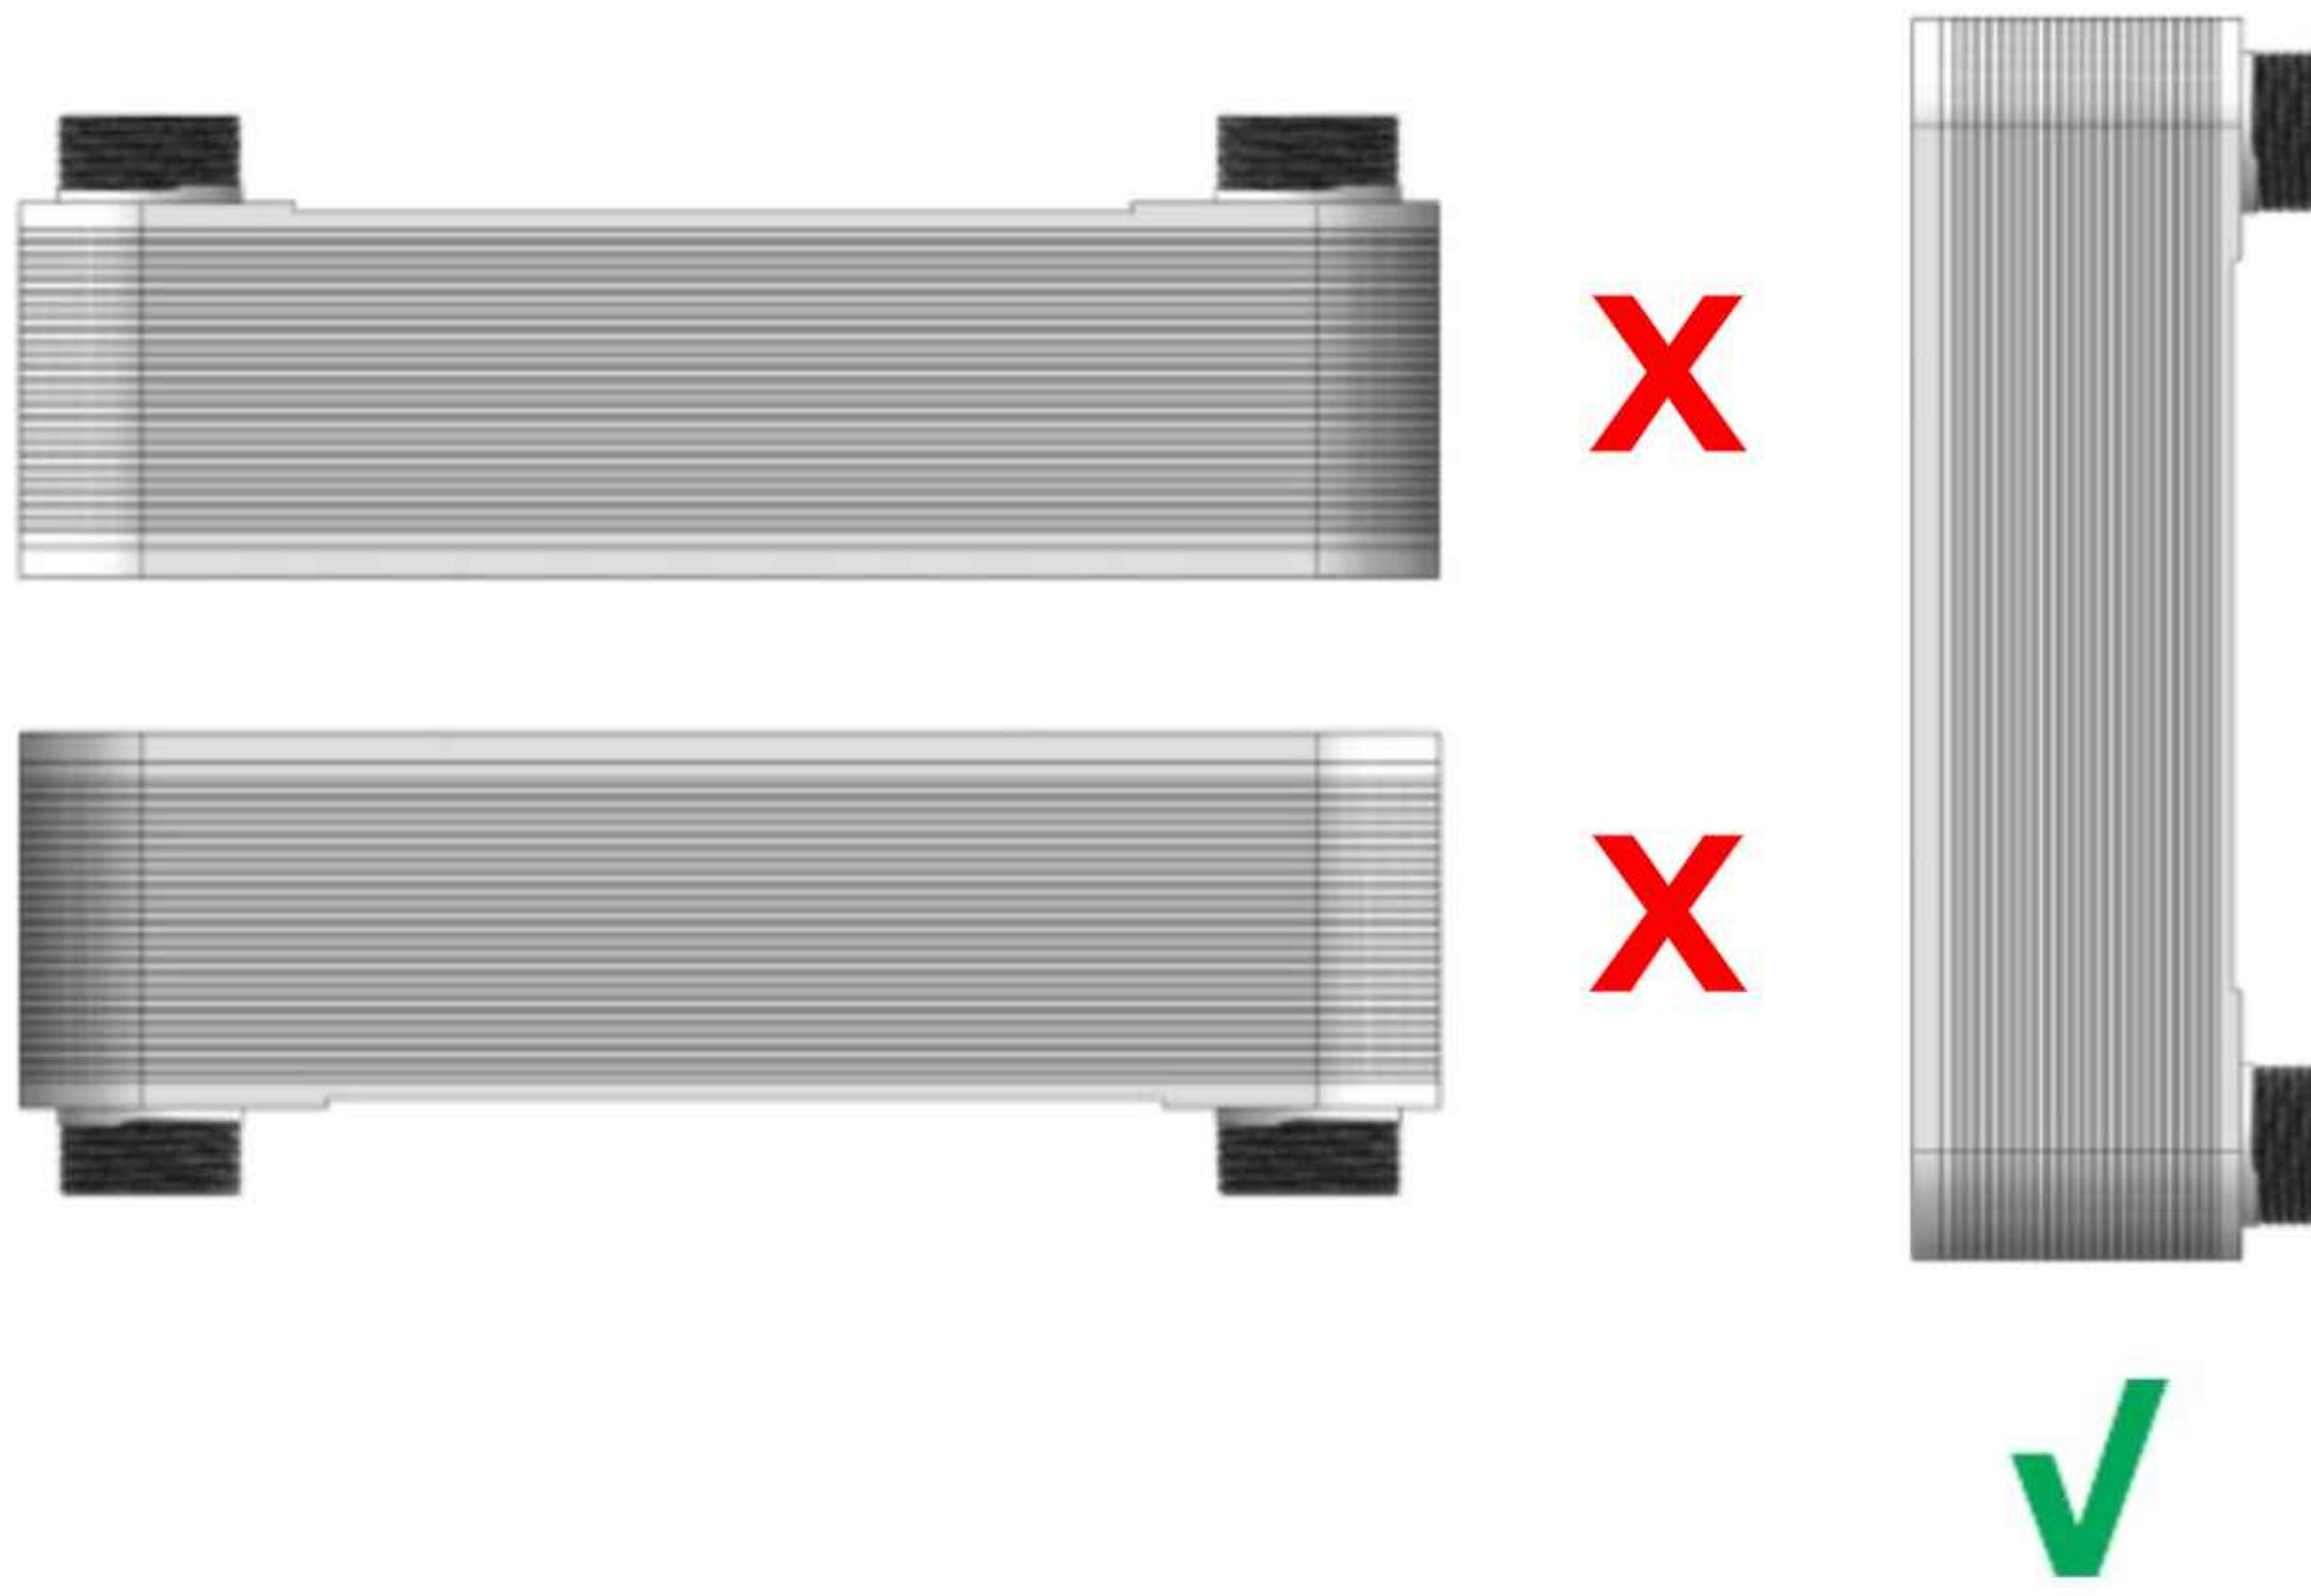
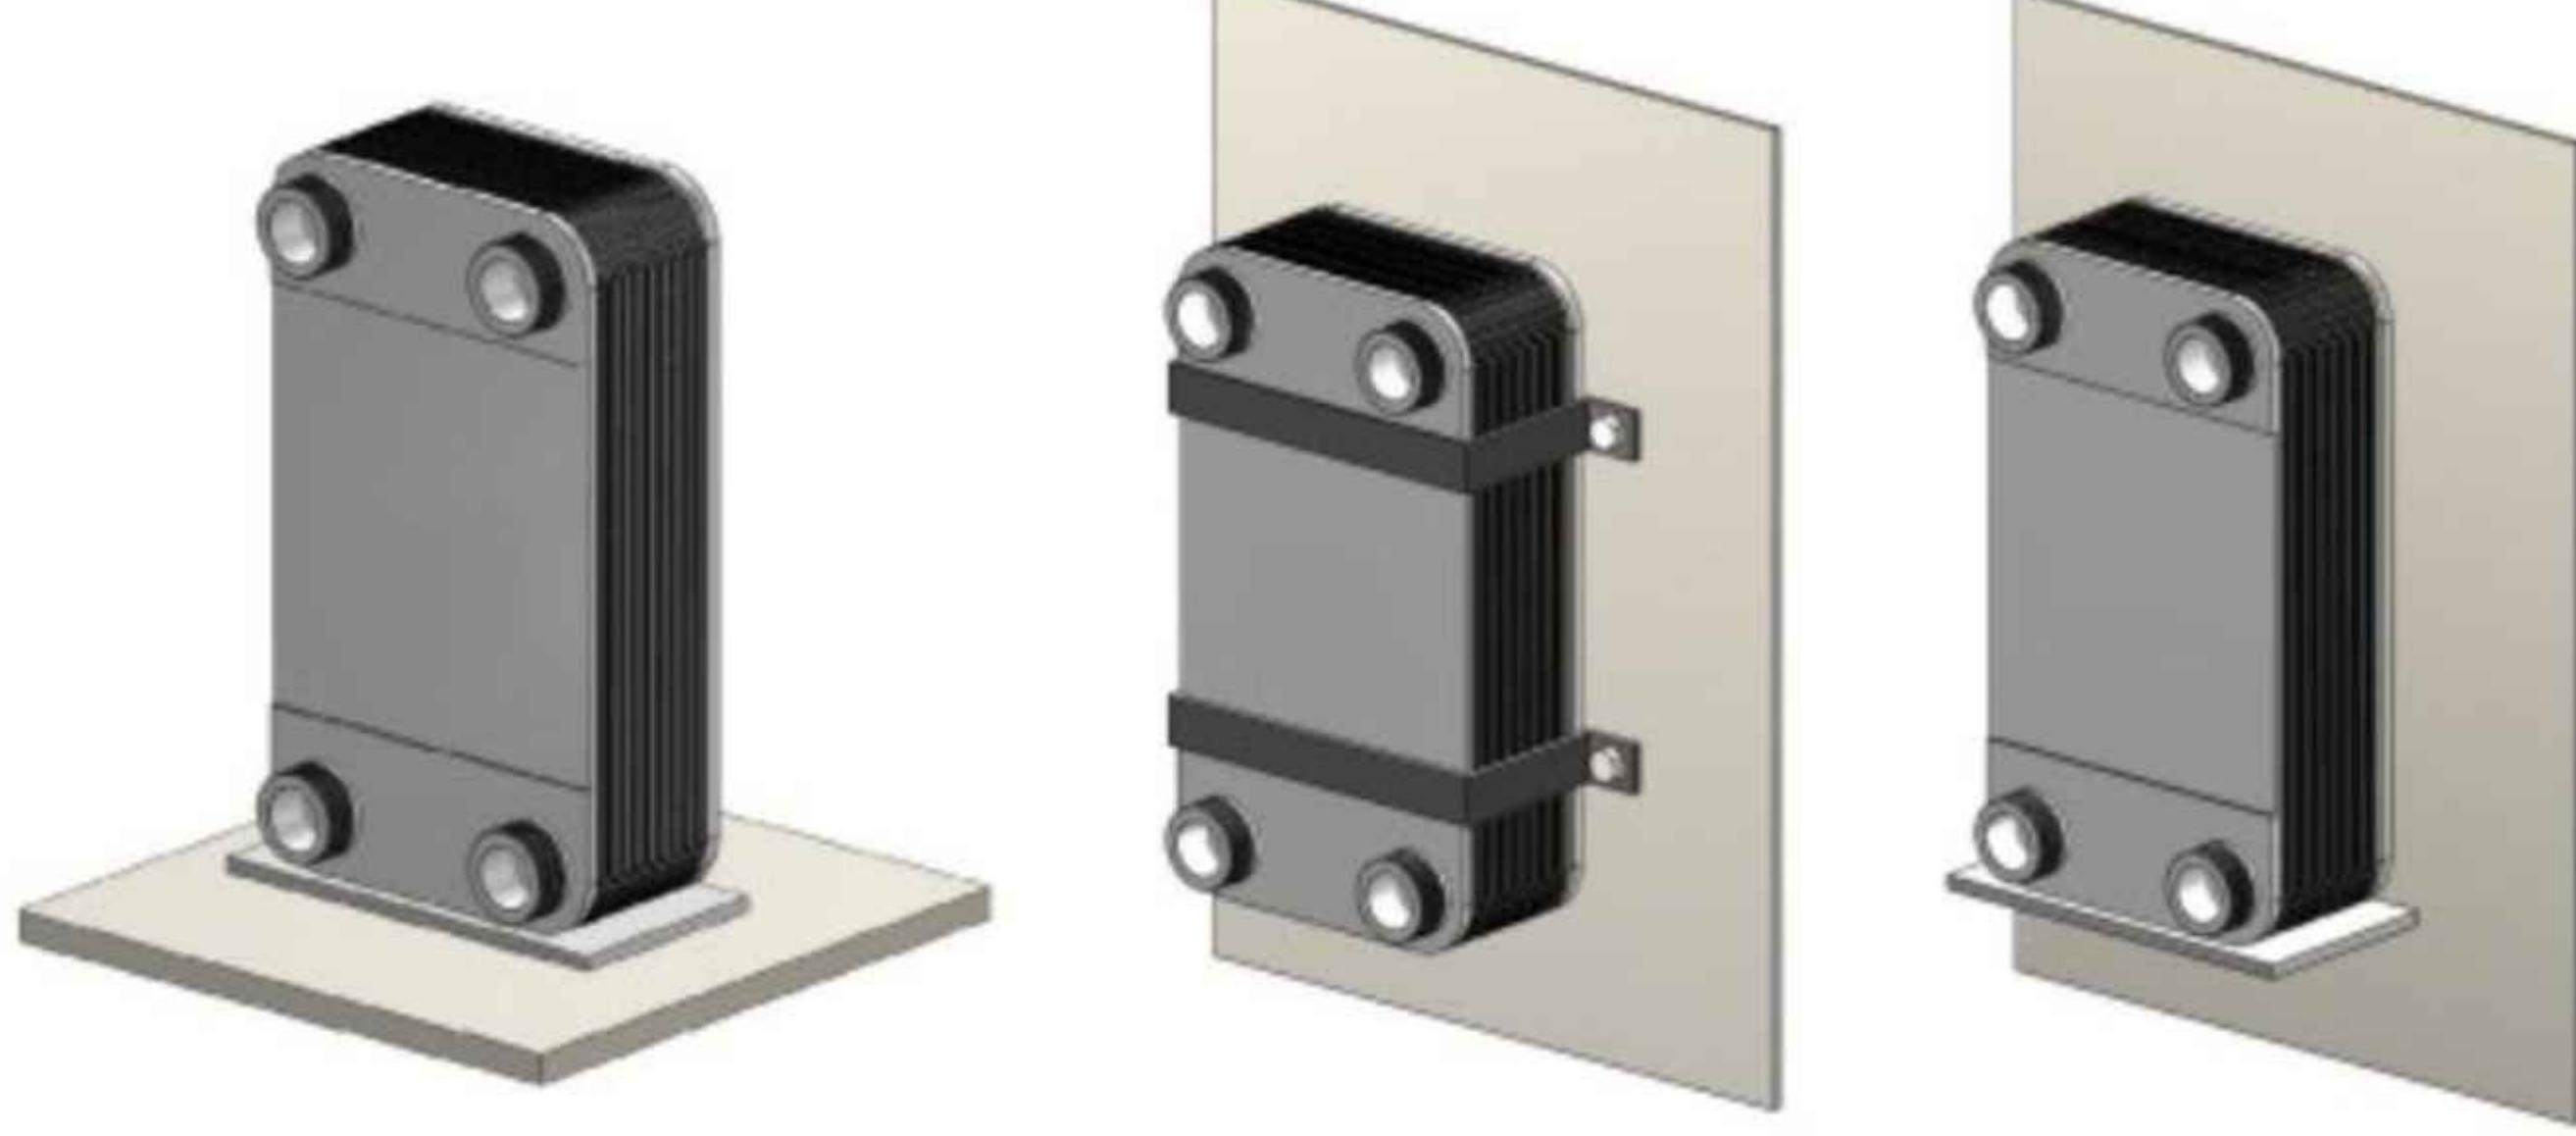
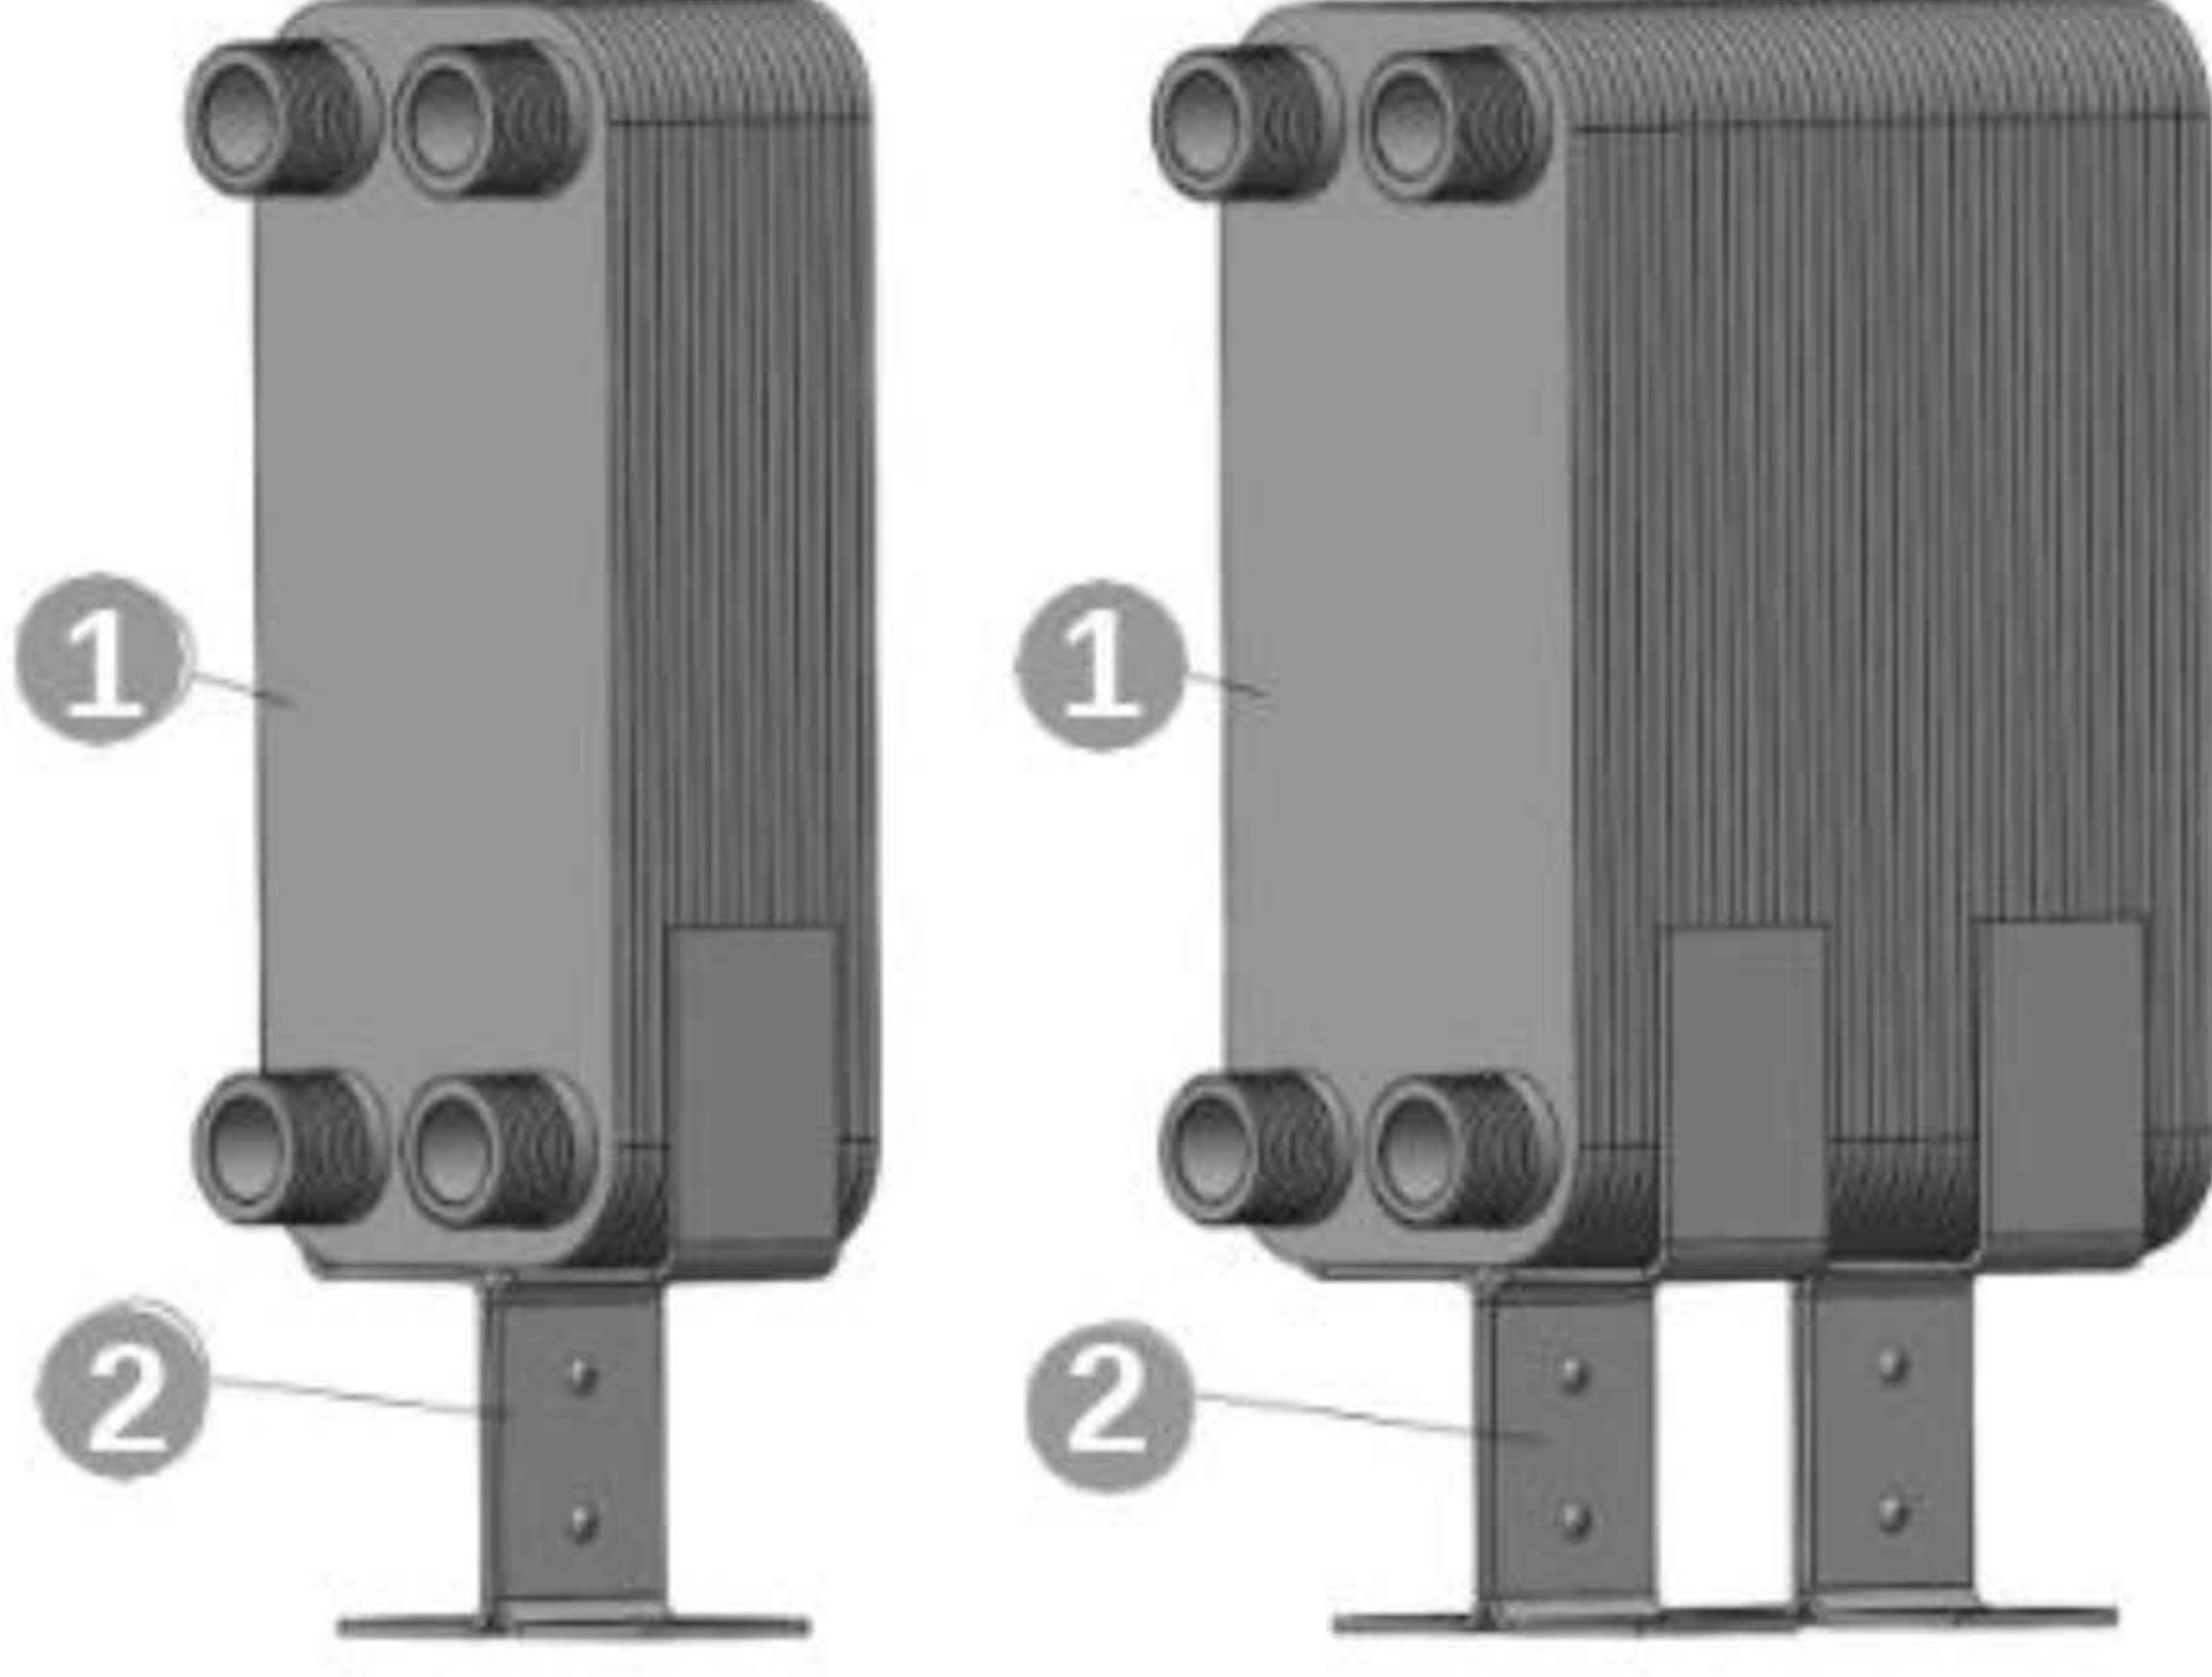

Рис. 3
Рис. 4
Рис. 7
Теплообменники необходимо монтировать так, чтобы обеспечить простоту технического обслуживания и контроля, а также, чтобы предотвратить передачу вибраций и напряжений, возникающих в системе, на присоединительные патрубки теплообменника, **рис. 4**. Рекомендованный способ монтажа теплообменников представлен на **рис.3**. Для монтажа теплообменников с количеством пластин (N) более 30 требуется использовать опору, а если количество пластин (N) превышает 60 - две опоры, **рис. 7**.
При использовании теплообменника в системе теплообменников или в системах, в которых меняется фаза сред, теплообменник должен быть установлен вертикально в соответствии с **рис. 3.**